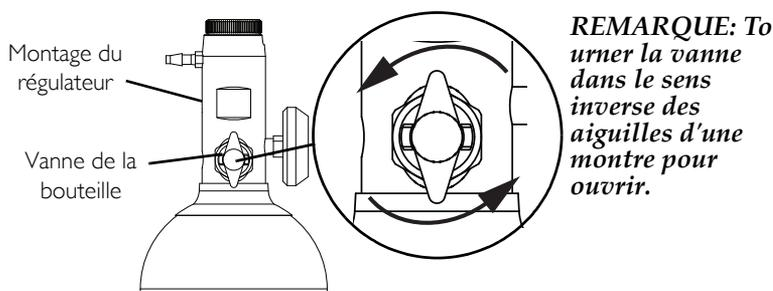

FIGURE 4.2 Ouverture de la vanne de la bouteille
REMARQUE: Pour cette procédure, se reporter aux FIGURE 4.2, FIGURE 4.3 et FIGURE 4.4.
3. Ouvrir lentement et totalement la vanne de la bouteille (FIGURE 4.2).
6. Ouvrir lentement et totalement la vanne de la bouteille. Tourner dans le sens inverse des aiguilles d'une montre pour ouvrir. Se reporter à la FIGURE 4.2 à la page 41.